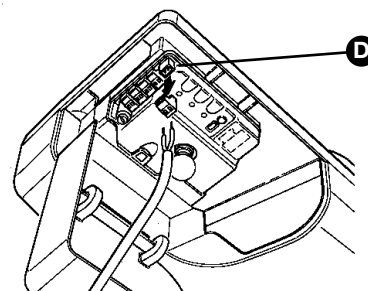

Abbildung 66
- Um die Arbeiten zu vereinfachen, können die Klemmen **[D]** wie auf Abbildung 66 entfernt werden; die Anschlüsse ausführen, dann die Klemmen wieder anbringen.